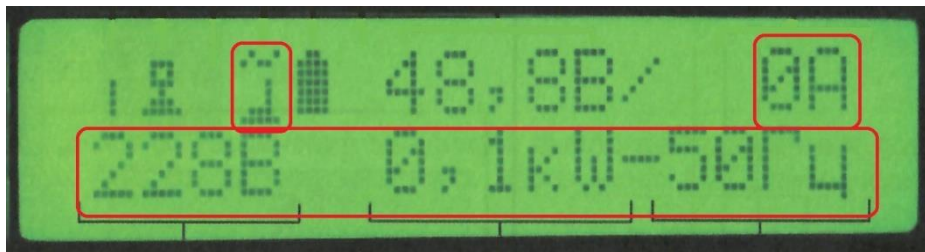

Рисунок 11
4) На инверторе «Ведущий» (поз.1 Рисунок 9) коротко нажмите кнопку «Старт» (поз.8 Рисунок 8). На инверторах светодиоды «Режим» и «АКБ» (поз.6, 7 Рисунок 8) включатся, а светодиоды «Сеть» (поз.5 Рисунок 8) будут мигать. На ЖК - индикаторах появится значок «Транслирует промышленную сеть» и параметры транслируемой сети (Рисунок 11), что означает, что инверторы включены и транслируют промышленную сеть.
б) На ЖК - индикаторах проверить значения нагрузки (Рисунок 11). Значения не должны превышать 10 кВт на каждой фазе.